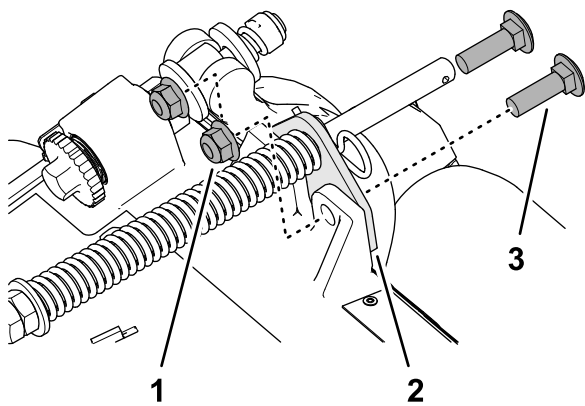

Рисунок 11
2. Удалите 2 фланцевые контргайки (3/8 дюйма) и 2 каретных болта (3/8 x 1 1/4 дюйма), которые крепят кронштейн компенсатора состояния грунта к раме режущего блока (Рисунок 11).